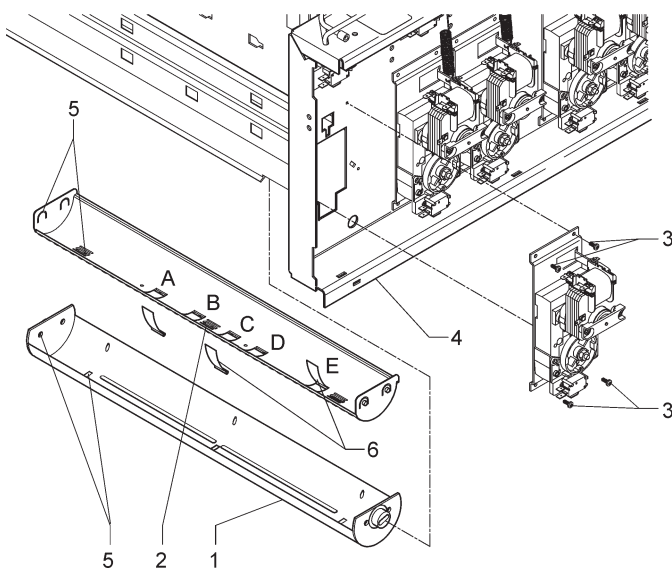

Fig. 19
- para predisponer el rotor a la distribución de cuatro filas de latas es necesario introducir tres láminas anti-robo en las ranuras especiales (véase la fig. 19). Las láminas impiden que las latas se deslicen en el rotor cuando el mismo está parcialmente descargado. Las láminas se deben introducir en las ranuras B-D-E para las latas de 250 cc y en las ranuras A-C-E para las latas de 330 y de 355 cc.